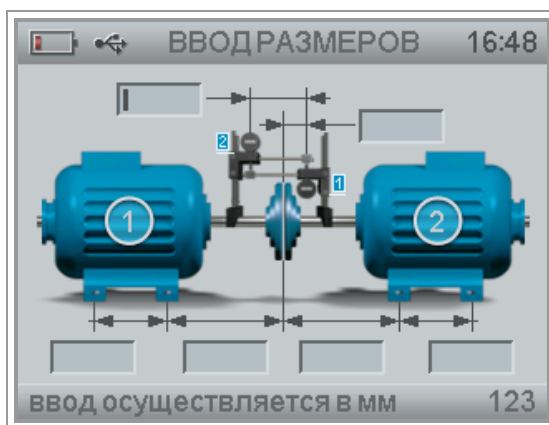
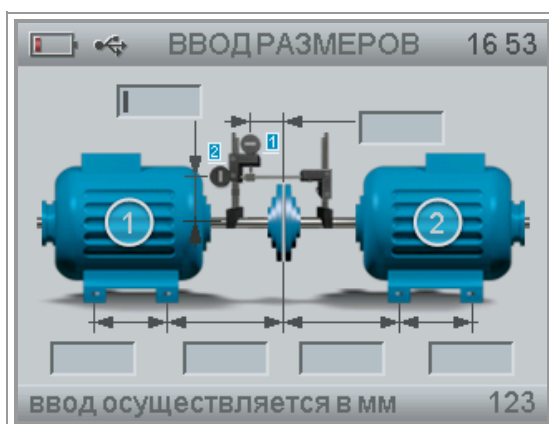

Рис. 4-49. Вид окна «Ввод размеров» для валопровода при методе обратных индикаторов.
Рис. 4-50. Вид окна «Ввод размеров» для валопровода при радиально-осевом методе.
Сначала выберите опцию «Ввод размеров», появится соответствующее окно (Рис. 4-49 или Рис. 4-50). Включите измерительные блоки БИЦ, нажав кнопку Off/On. Выполните шаг 3 раздела 4.3.3.
Расстояние между индикаторами (Рис. 4-49 верхнее левое окно);
Расстояние от индикатора (1) на стороне подвижного механизма до центра муфты (Рис. 4-49 верхнее правое окно).
Радиус вращения осевого измерительного блока (2) (Рис. 4-50 самое левое окно);
Расстояние от штока радиального измерительного блока (1) до центра муфты (Рис. 4-50 верхнее правое окно).
Используя кнопки ▲▼ или ◀▶, переместите курсор на соответствующие окна ввода этих размеров (Рис. 4-49 или Рис. 4-50) и с помощью клавиш от 0 до 9 (Рис. 3-3) введите полученные размеры. Все размеры вводятся в миллиметрах.
Перемещая курсор кнопками ▲ и ▼ или ◀ и ▶, заполните оставшиеся четыре нижних окна (Рис. 4-49 и 4-50). Измерьте и введите следующие размеры (слева направо):